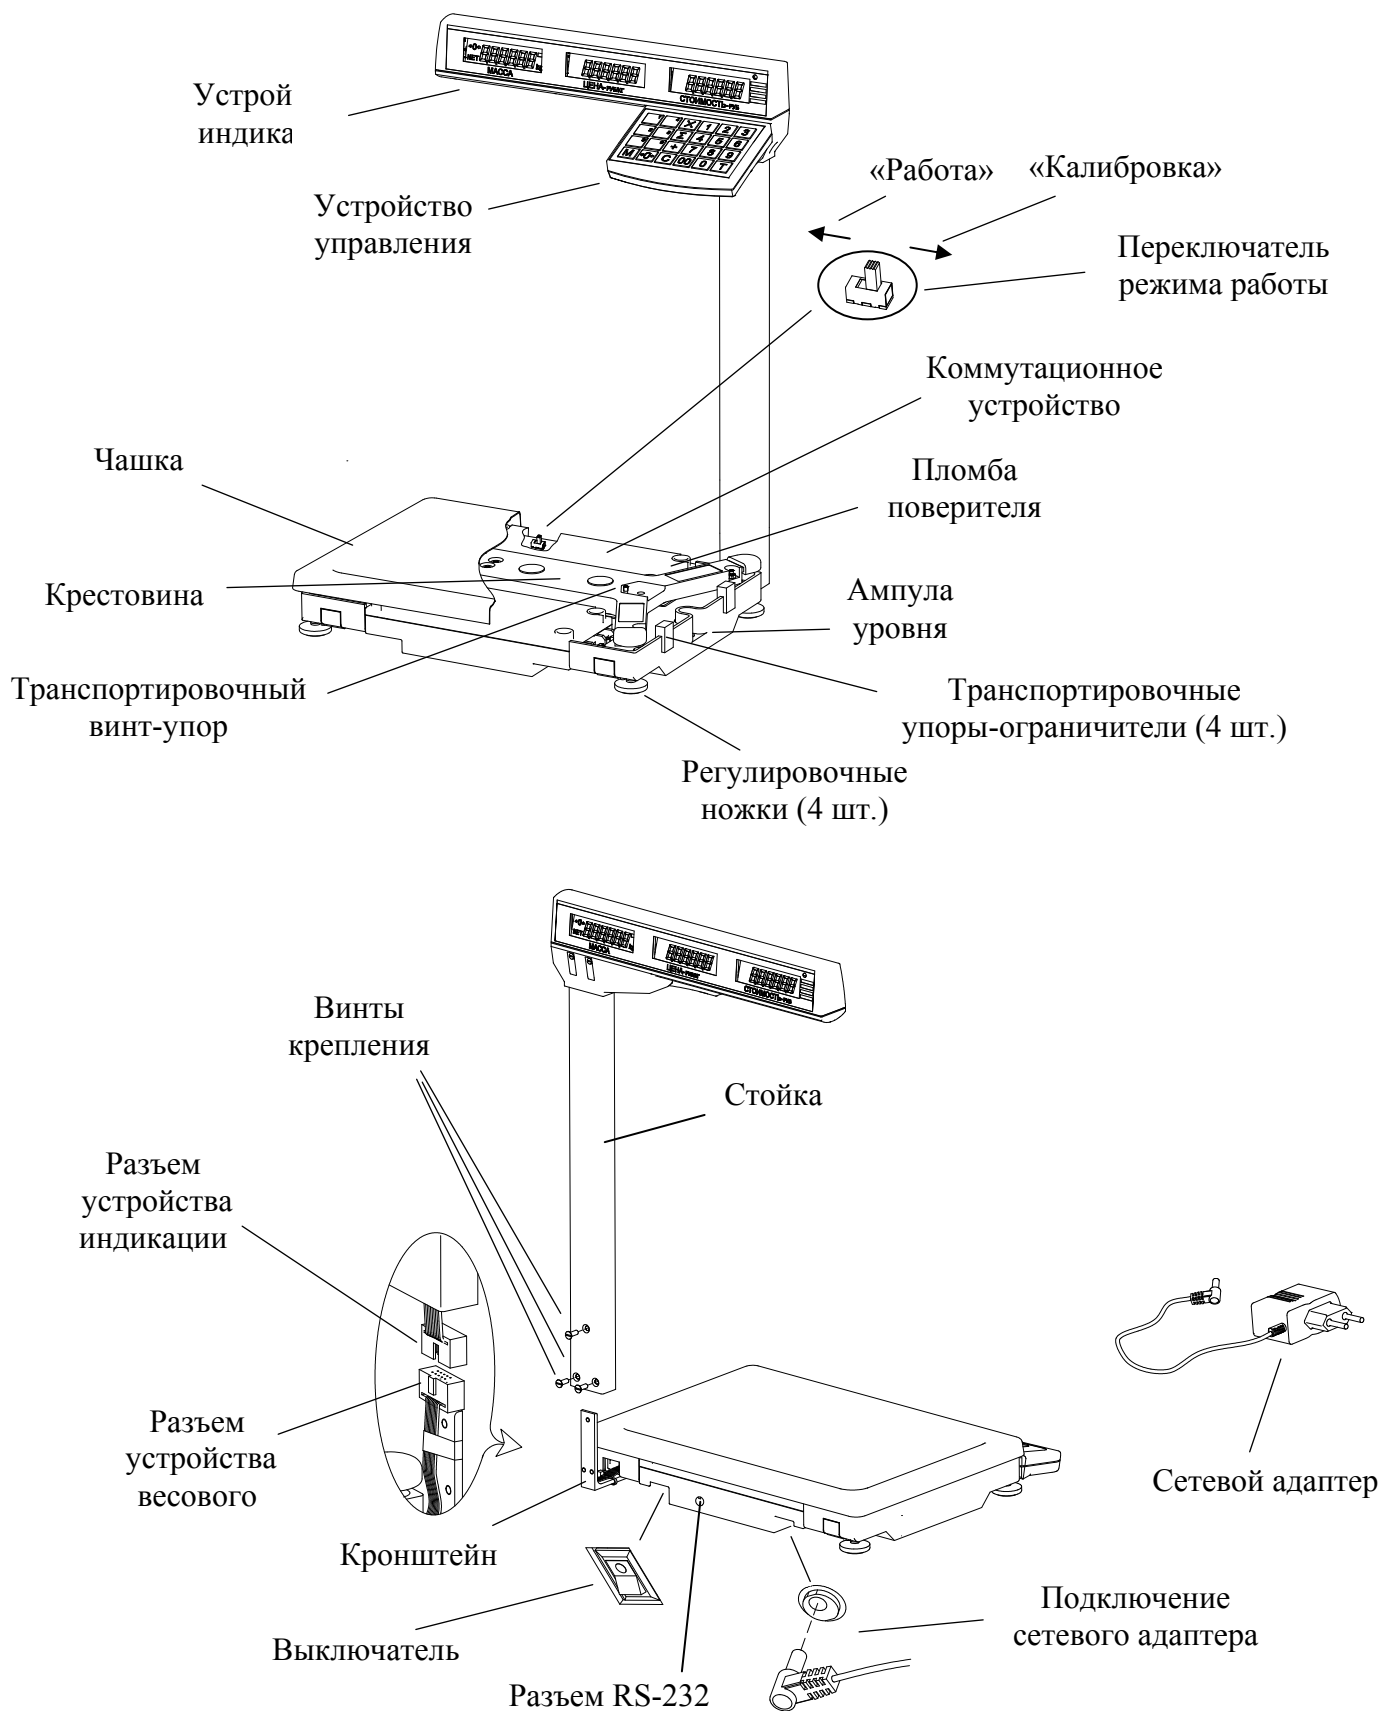
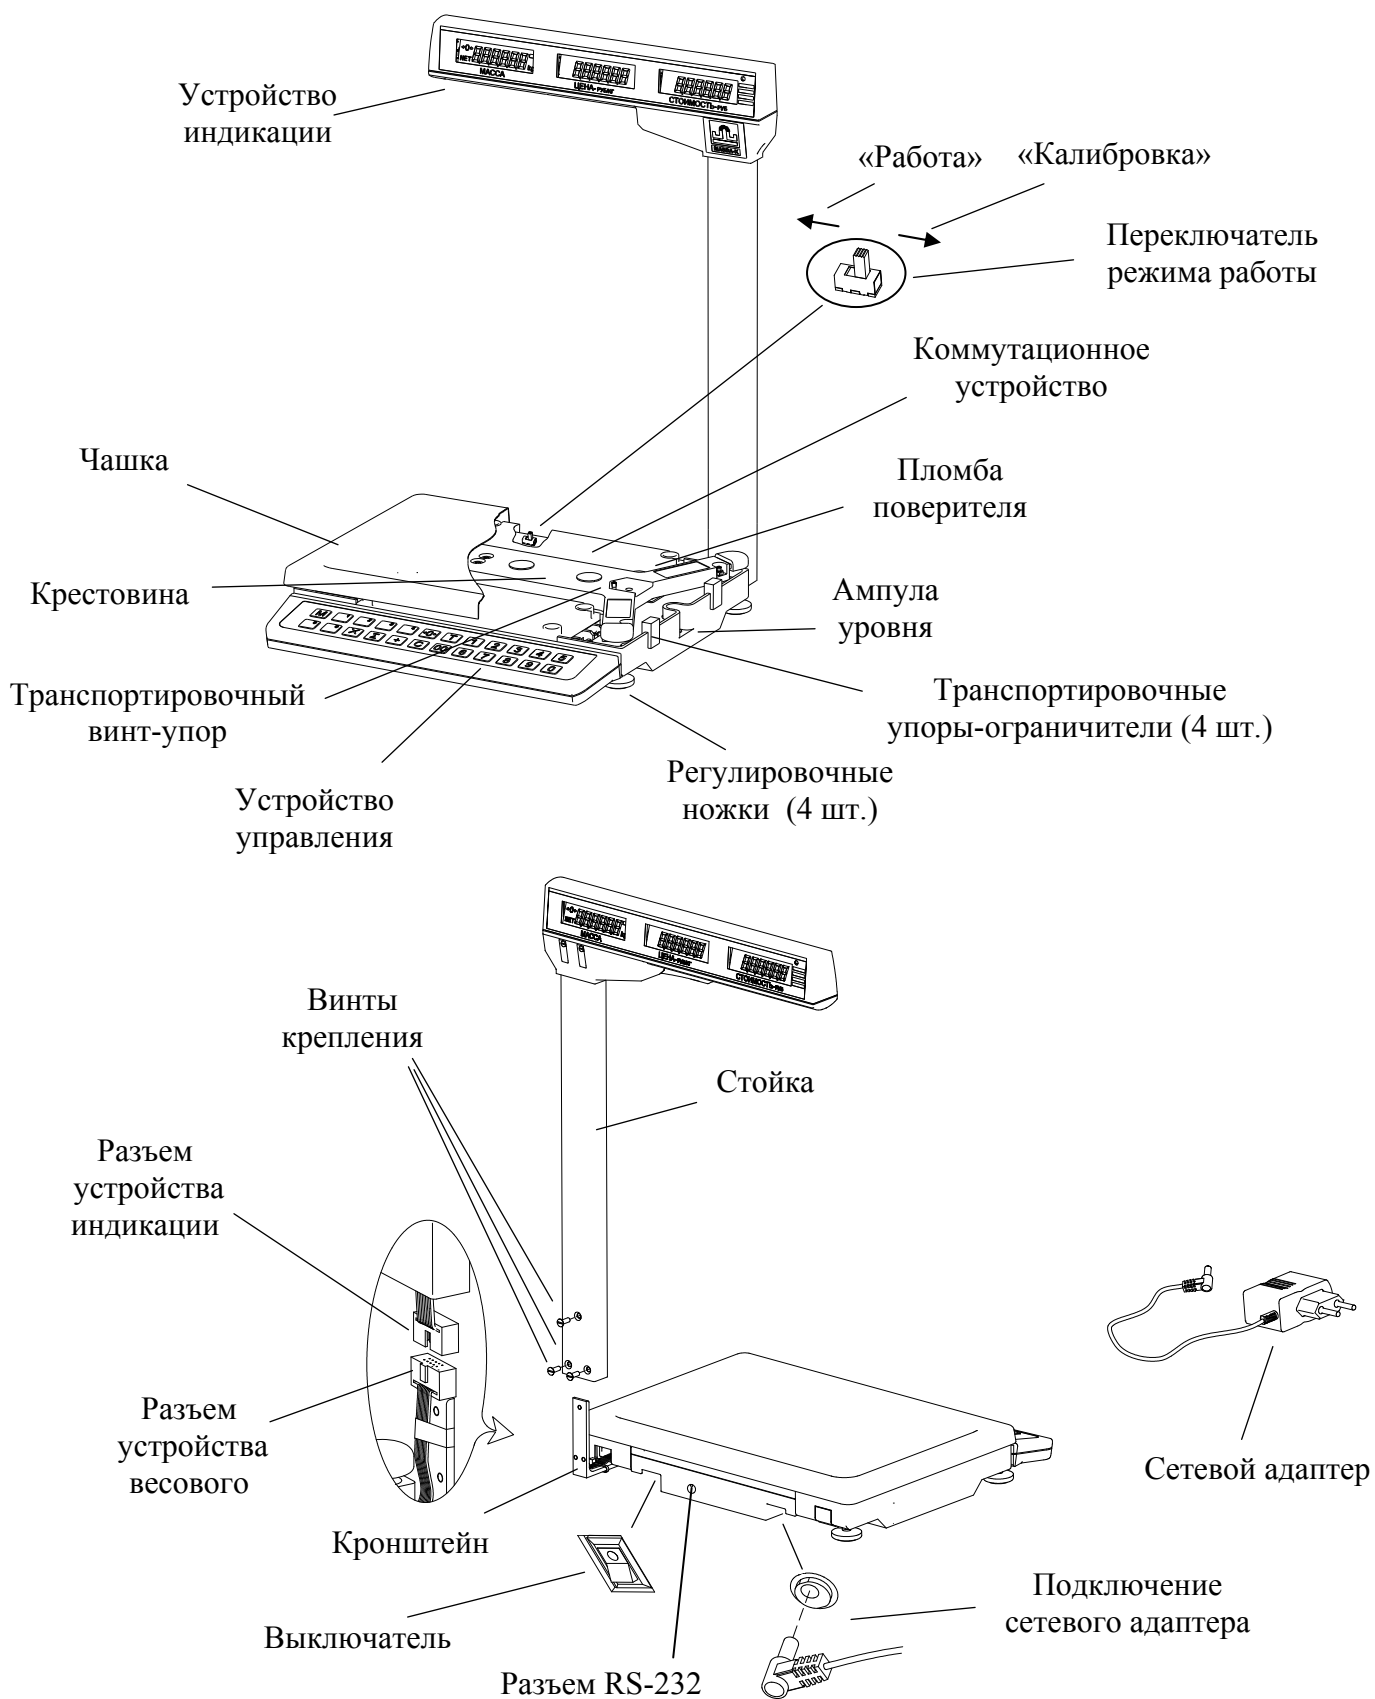

Рис. 5.1- Весы МК\_ТВ
Рис. 5.2 - Весы МК\_ТН
Конструкция весов представлена на Рис. 5.1, Рис. 5.2.
6.2 Снять чашку с весов и убрать транспортировочные упоры - ограничители (Рис. 5.1, Рис. 5.2).